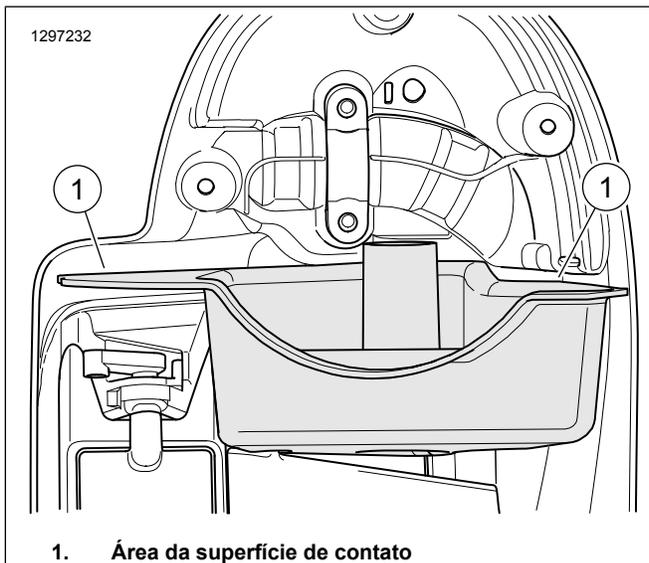

Figura 5. Superfície correspondente da gaxeta da carenagem inferior
6. Veja a figura 5. Limpe a área da superfície de contato da gaxeta (1) com uma mistura de álcool isopropílico 50-70% e água destilada de 30-50%.